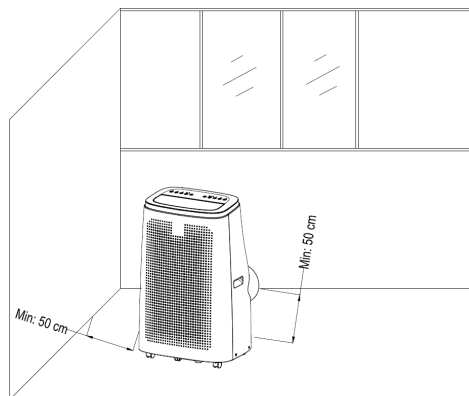

Fig. 4
3) Mova a unidade com o tubo de calor e os acessórios instalados antes da janela, e a distância entre o corpo e as paredes ou outros objetos deve ser de pelo menos 50 cm (conforme mostrado na Fig. 4).